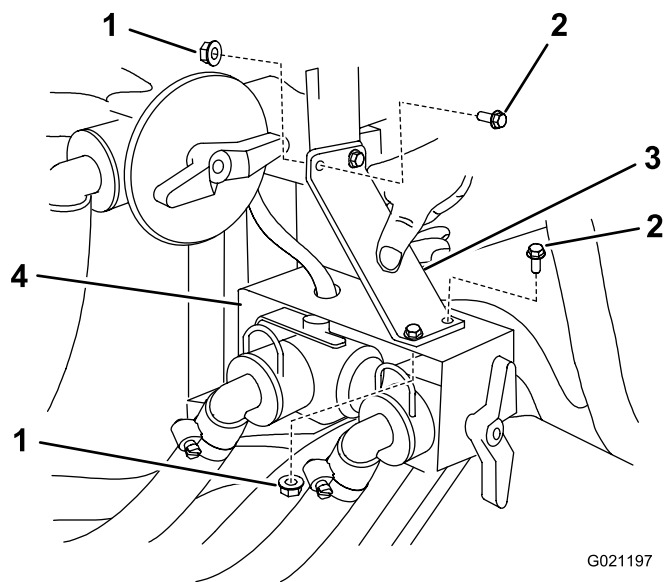

Bild 8
- Befestigen Sie die Stützhalterung an einem Multi Pro-Spritzgerät (Bild 8) mit vier Bundkopfschrauben (1/4" x 3/4") und vier Bundmuttern (1/4").